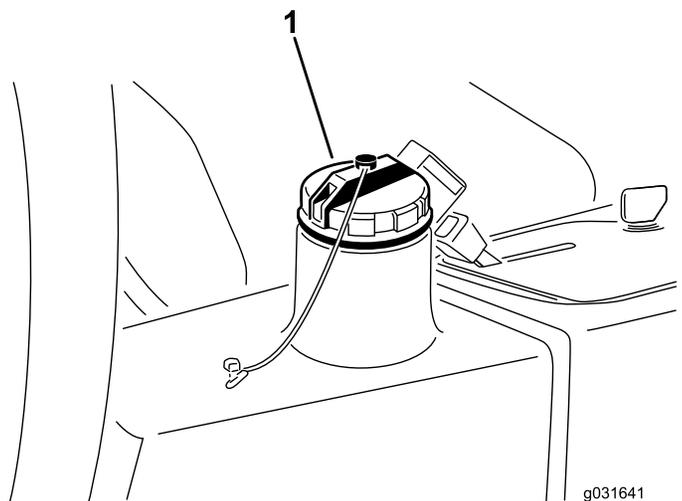

**Figura 66**
2. Scollegate il tubo idraulico o togliete il filtro idraulico e lasciate defluire il fluido idraulico in una bacinella (Figura 68 e Figura 66).
3. Quando il fluido idraulico cessa di defluire, montate il tubo idraulico (Figura 66).